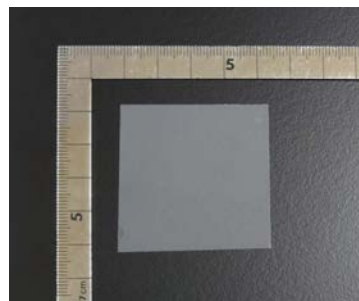

図2 試料①外観
試料は表1に示す4点を用意しました。図2に試料①の外観を示します。